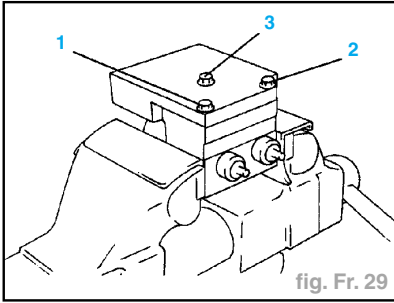

fig. Fr. 29
- Serrer les boulons au couple spécifié dans l'ordre indiqué (fig. Fr. 29).